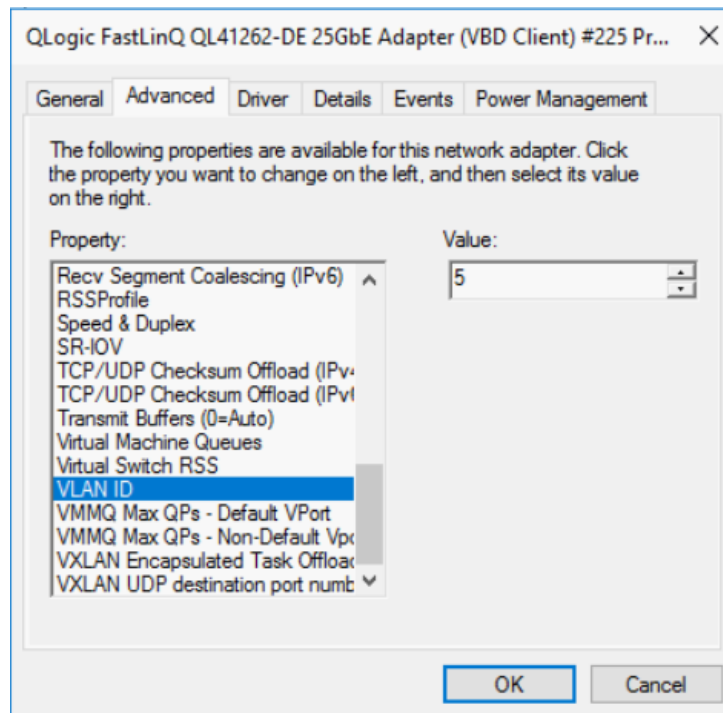

Figure 13-12. Propriétés avancées : Configuration d'ID VLAN
- b. Sur la page Propriétés avancées de l'adaptateur (Figure 13-12), sous **Propriété**, sélectionnez **ID VLAN**, puis définissez la valeur.